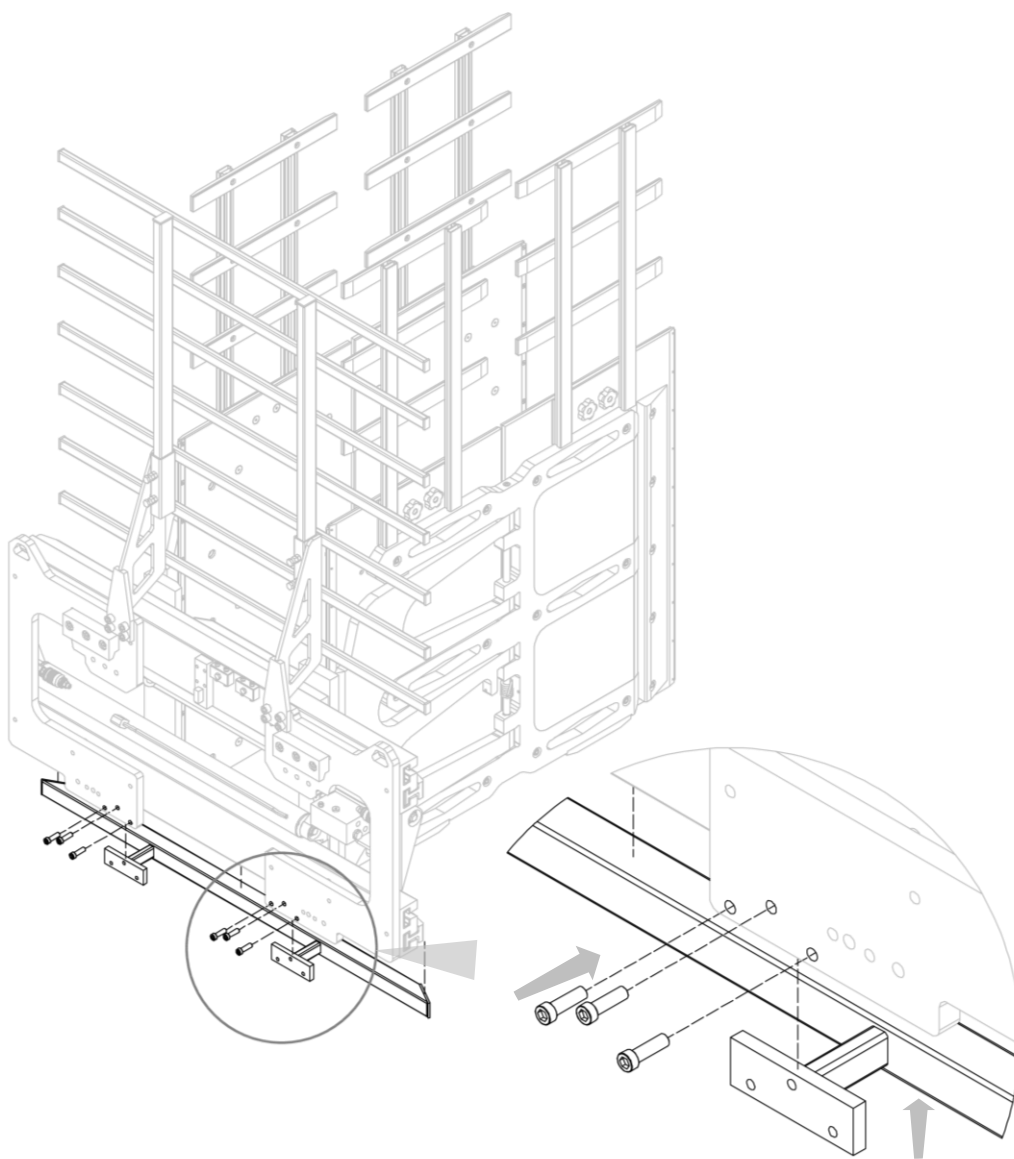

Figura 62
3. Smontare il reggicarico inferiore dopo aver rimosso le relative viti (vedi *Figura 62*).